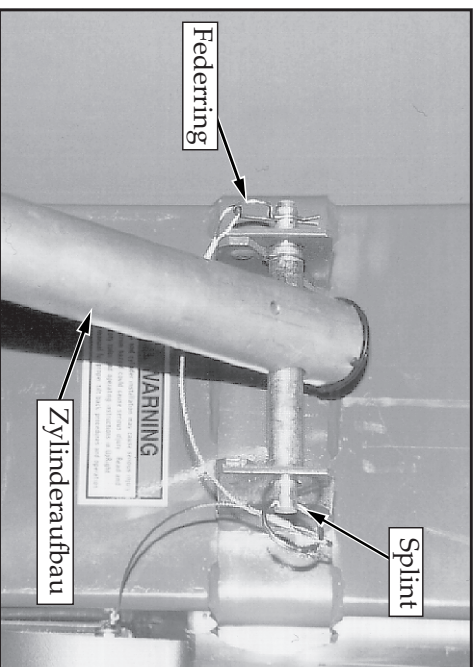

Abbildung 7: Zylinder mit dem Splint gesichert
2. Während Sie den Kipprahmen halten, entfernen Sie den Federring und den Splint (Abb.7)
3. Senken Sie den Kipprahmen, bis das Loch im Zylinderaufbau mit dem oberen Befestigungsbügelloch bündig ist. Befestigen Sie den Zylinderaufbau mit dem Splint und dem Federring am oberen Befestigungsbügel (Abb.7).